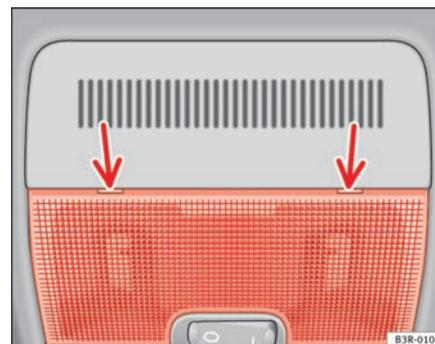

Fig. 81 Pormenor do revestimento do tecto: Ponto de aplicação da chave de parafusos
- Coloque com cuidado a parte plana da chave de fendas (ferramentas de bordo) na parte de trás do vidro protector da lâmpada ⇒ página 113, fig. 81.